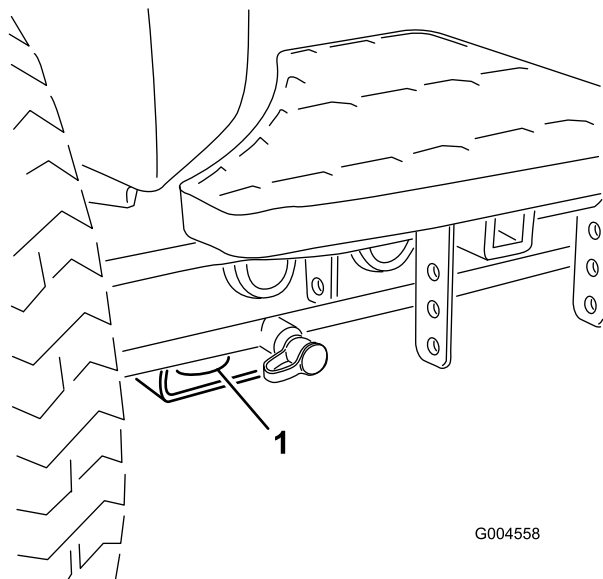

図 45
- ・ 前：各前輪の内側、アクスル・チューブの下にある四角いパッド(図 45)